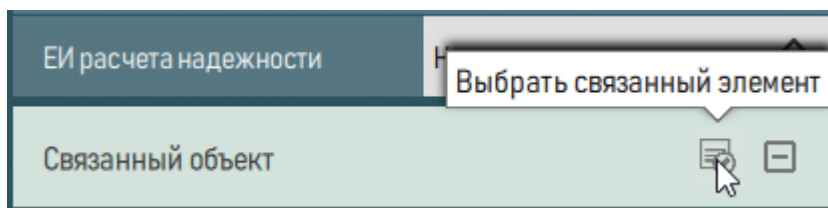

Рисунок 135 – Выбор связанных объектов
8) В группе полей «Связанный объект» указывается элемент, связанный с объектом. Для редактирования списка элементов нажать кнопку  «Выбрать связанный элемент» (рисунок 135).
5) В группе полей «Связанный объект» указывается элемент, связанный с объектом. Для редактирования списка элементов нажать кнопку  «Выбрать связанный элемент» (см. рисунок 135).